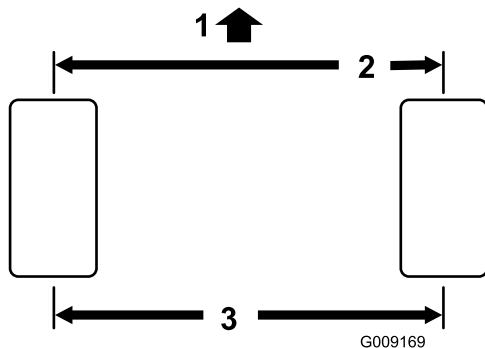

Figura 68
1. Mida la distancia entre centros (a la altura del eje) en la parte delantera y trasera de los neumáticos de dirección. La distancia delantera debe ser de 3 mm (1/8 pulg.) menos que la trasera (Figura 68).